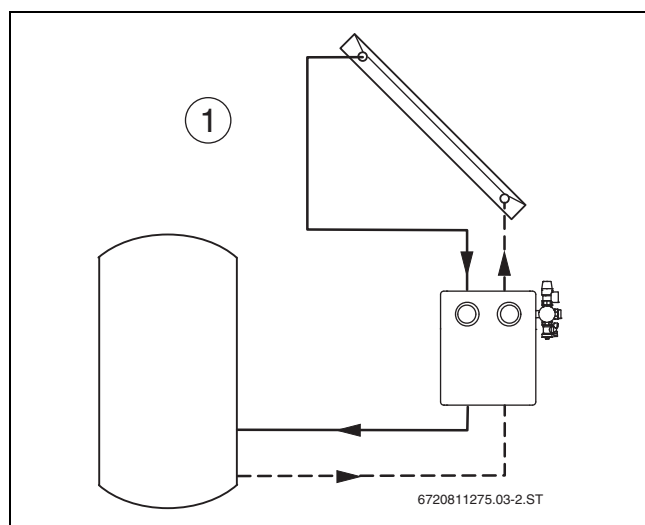

Fig. 3 Diferentes aplicações hidráulicas
- ▶ Montar os grupos de circulação solar apenas na vertical (→ fig. 3) e em áreas interiores.